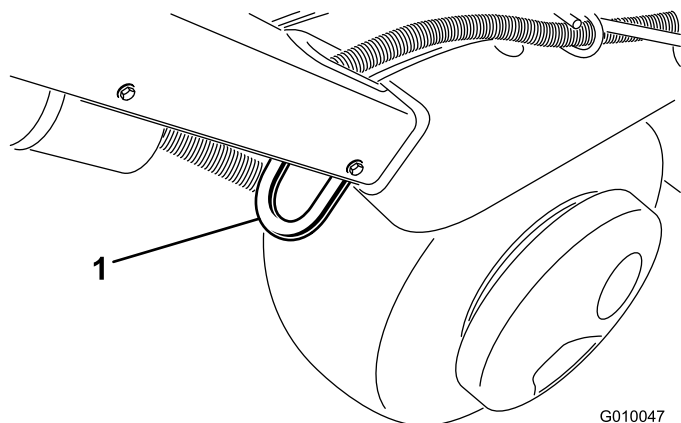
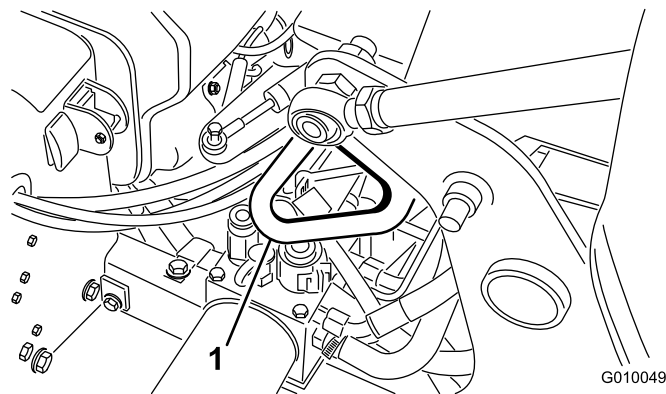

Figura 33
Figura 35
3. Sujete el aireador firmemente por los puntos de amarre (Figura 33 - Figura 35) al remolque o al camión con correas, cadenas, cables o cuerdas.